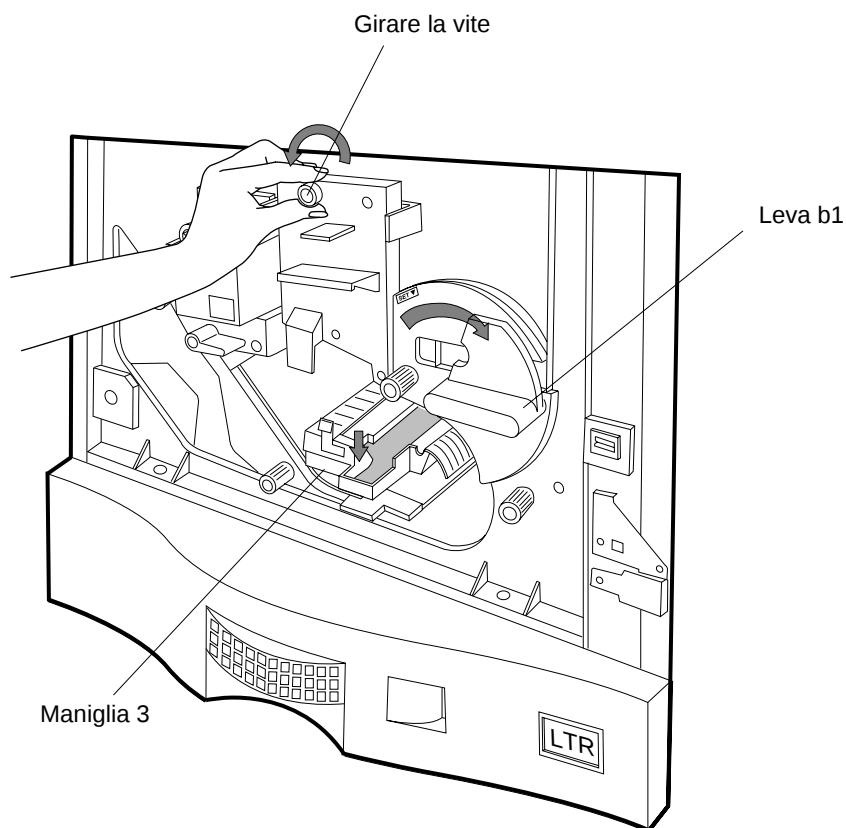

Figura 4-25 Sbloccaggio del tamburo
1. Girare in senso antiorario la manopola di bloccaggio del tamburo facendole compiere due o tre giri in modo da sbloccare il tamburo, come mostrato nella Figura 4-25.